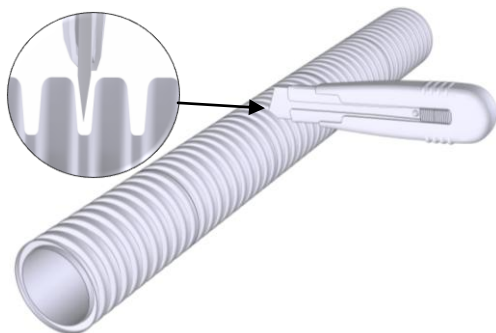

Abb. 9 Ablängen des Rundrohrs mit einem Cutter-Messer
- ✓ Das Ablängen stets nur in einem Wellental, rechtwinklig zur Rundrohrachse vornehmen. Hierbei keinen Steg überspringen (siehe Abb. 9)